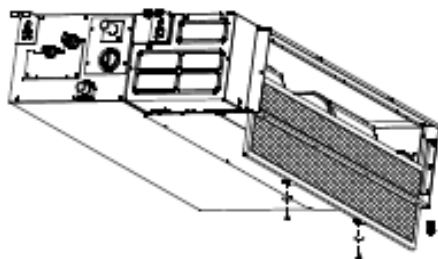

Fig. G1
1. Nell'unità con ventilazione posteriore rimuovere le viti (2 pezzi) di fissaggio del filtro ed estrarre il filtro dall'unità. Cfr. Fig. G1.